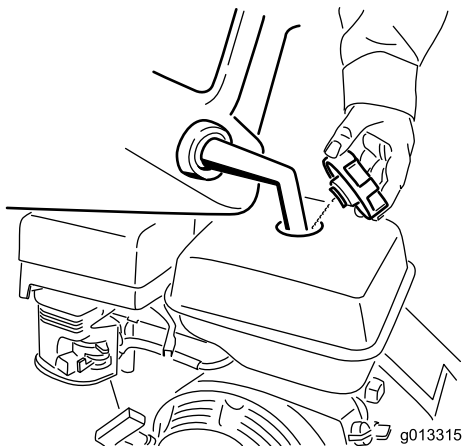

Figura 8
3. Limpie alrededor del tapón del depósito de combustible y retire el tapón (Figura 8).